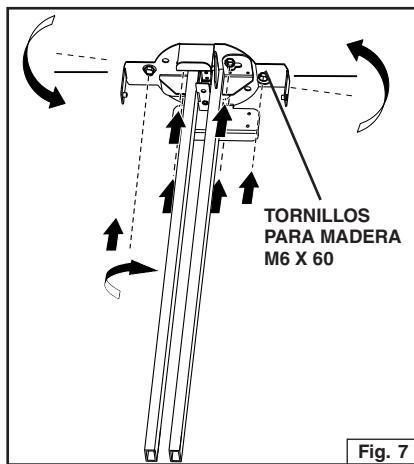

Fig. 7
3. Monte el brazo telescopico. Fije con los (2) tornillos para madera instalados M6 x 60 – monte en las dos ranuras de llave y gire el brazo. Asegúrese de que los brazos estén perpendiculares al cielo raso. Apriete (2) pernos para madera. Fig. 7.
4. Fije los cuatro (4) tornillos para madera restantes M6 x 60 por brazo. Fig. 7.